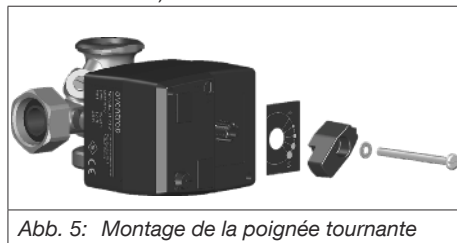

Abb. 5: Montage de la poignée tournante
5. Monter l'affichage du sens de rotation, la poignée tournante, la rondelle dentelée et la vis (positions 4, 5, 6 et 7 sur la Abb. 1 auf Seite 31) (voir Abb. 5 auf Seite 34).